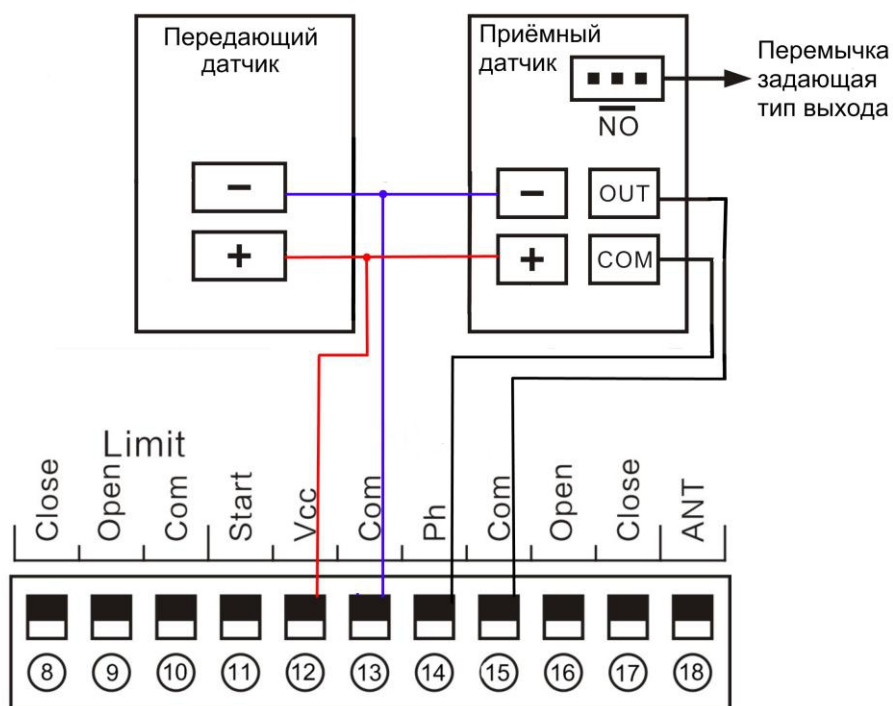

Рисунок11
14.4 Подключение инфракрасного датчика безопасности (Рисунок11)